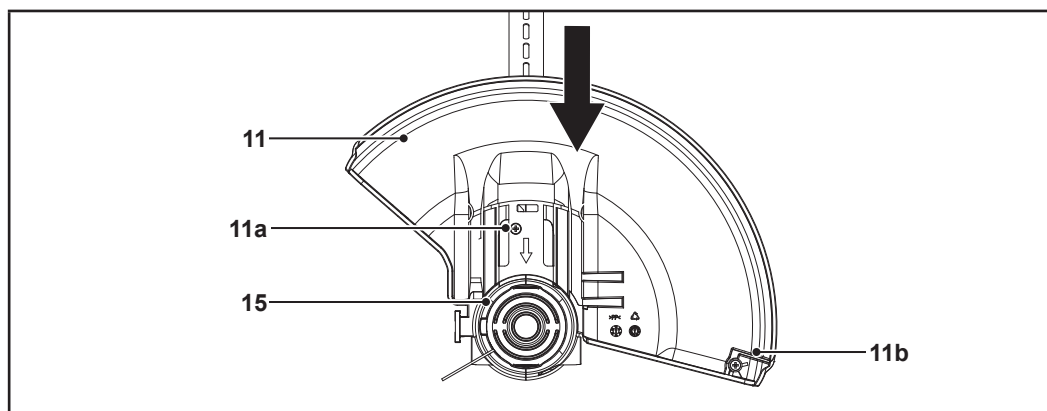

Fig. 1
1. Introduza a proteção (11) nas ranhuras de encaixe da cabeça de corte (15) (Fig. 1).
2. Fixe a proteção (11) com o parafuso (11a) (Fig. 1).